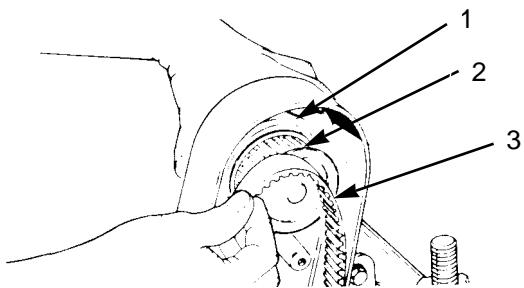

図11
注: カッティングユニットにモータを取り付ける前に、モータ・ブーリの固定ネジがモータ・シャフトにしっかりと止まっているのを確認してください(図11)。
3. リール・モータ・ブーリをハウジングから入れ、ベルトをまわし掛ける(図11)。